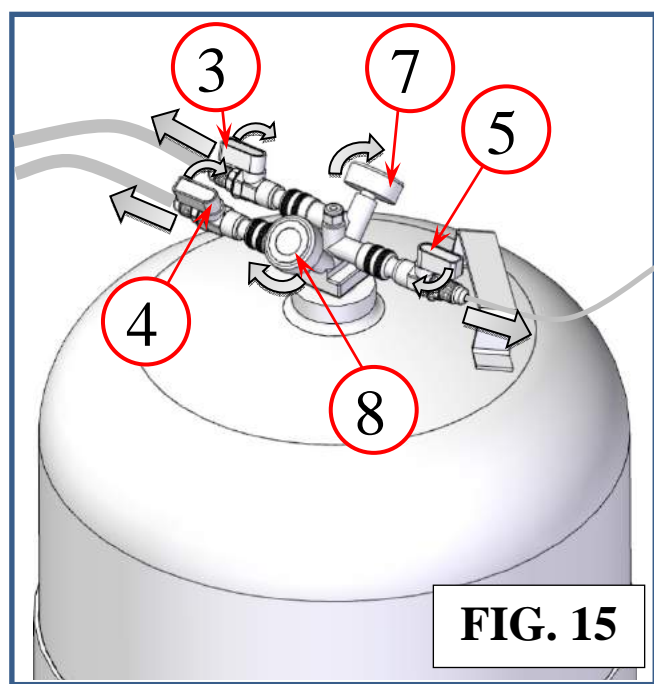

FIG. 15
Feche a torneira vermelha do reservatório (ref. 7, Fig. 15) e a torneira azul do reservatório (ref. 8, Fig. 15).
Feche a torneira da mangueira vermelha (ref. 3, Fig. 15) e a torneira da mangueira azul (ref. 4, Fig. 15) e desconecte-as do reservatório.
Feche a torneira da mangueira capilar (ref 5, Fig.15), emseguida, desconecte-a do reservatório.